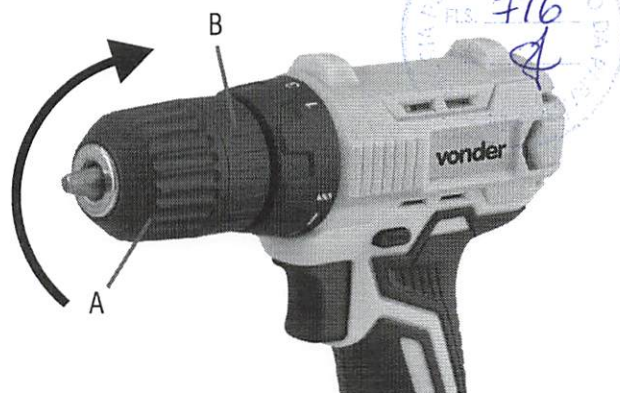

Fig. 4 – Aperto do mandril
- Aperte o mandril segurando a parte B e gire-o no sentido horário à parte A, conforme mostra a Fig. 4.